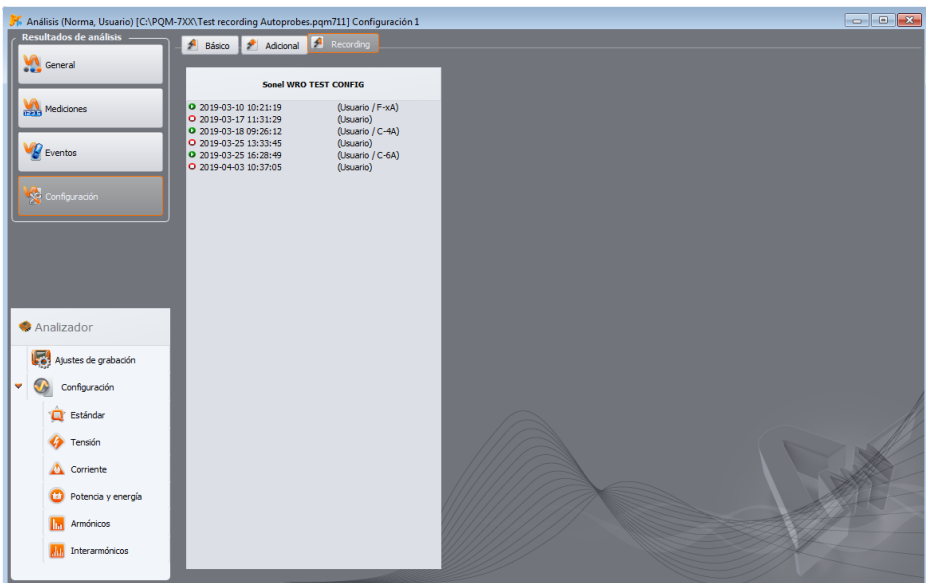

Fig. 73. Vista previa de configuración - una lista de períodos de registro con el tipo de la pinza asignada.
- todos los períodos de registro con tiempos y pinzas asignadas (Fig. 73),